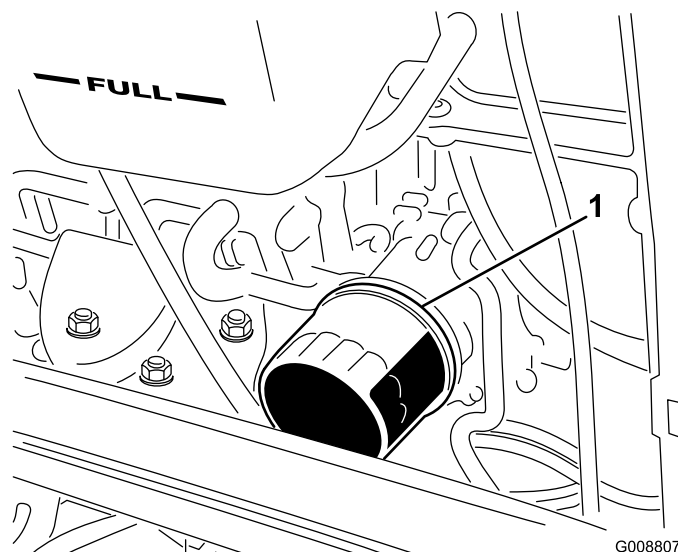

Figura 51
2. Retire o filtro do óleo (Figura 51). Aplique uma leve camada de óleo limpo no vedante do filtro novo antes de o montar. **Não aperte demasiado.**